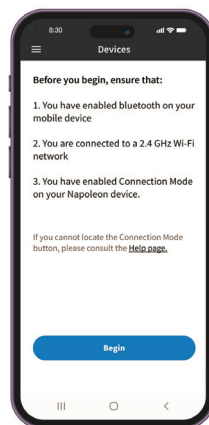

Fig. 7
11. Accetta le autorizzazioni. (Fig. 7)